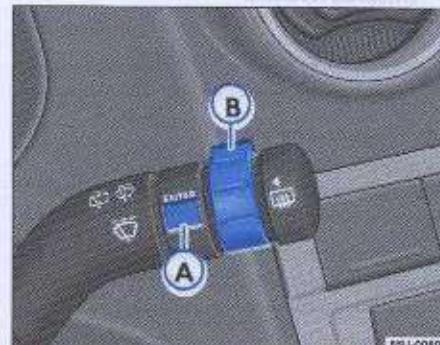

Fig. 44. Localización de las teclas de control en la palanca del limpiaparabrisas
- A partir del menú principal → página 58, seleccione el ítem de menú **Comp. bordo** y presione la tecla **[ENTER] A** → fig. 44, en la palanca del limpiaparabrisas.
En el menú **Comp. bordo**, accionándose la tecla → página 61, fig. 44 ④ en la palanca del limpia-parabrisas, se puede conmutar entre las siguientes informaciones:
- A partir del menú principal → página 58, seleccione el ítem de menú **Estado vehíc.** y presione la tecla → página 61, fig. 44 ④, en la palanca del limpiaparabrisas.
- A partir del menú principal → página 58, seleccione el ítem de menú Configurar y presione la tecla → página 61, fig. 44 A.